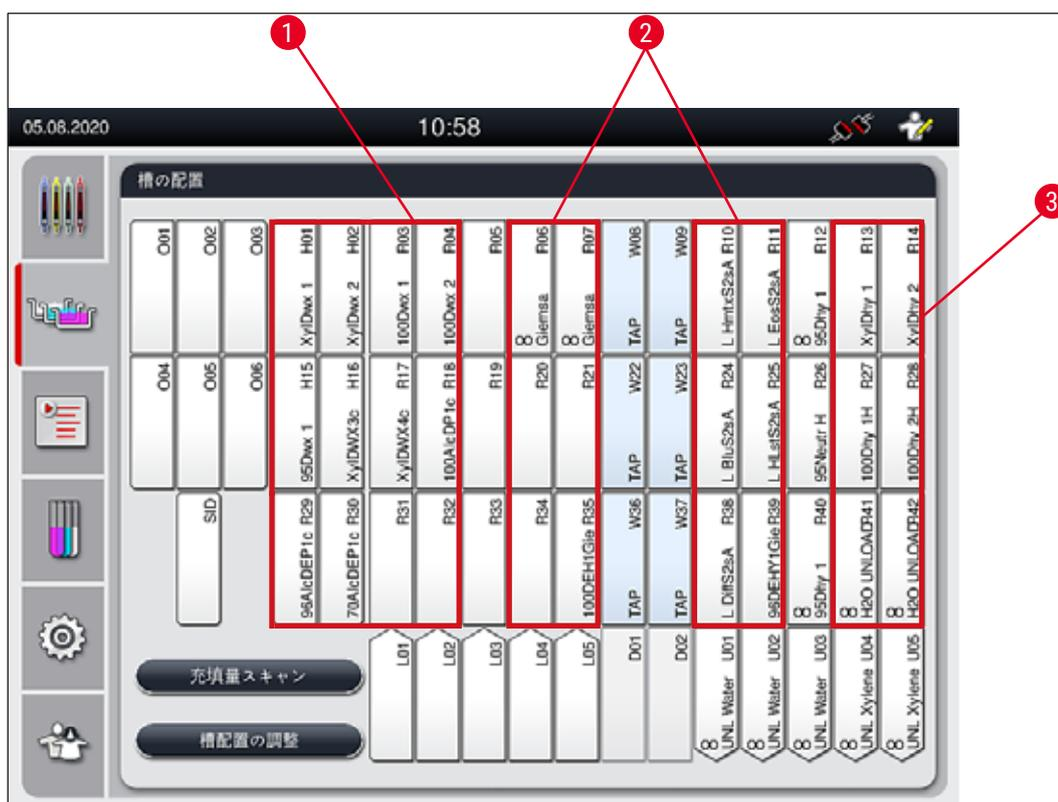

図 40
- 後続ステップとして洗浄水ステップを必要とする染色試薬は、洗浄水容器に隣接する位置に配置されます (→「図40」)。